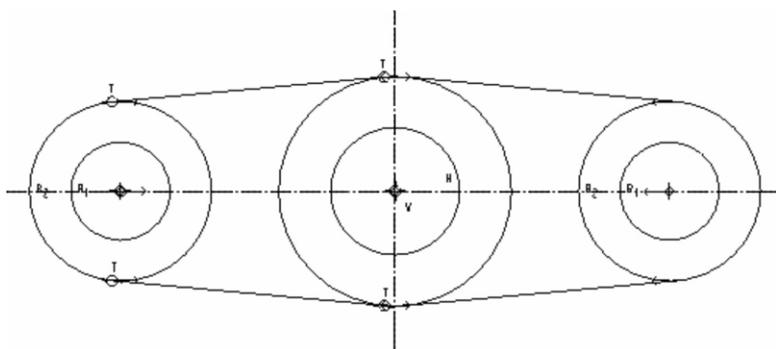

图 1-10 镜像复制右侧圆及切线
(3) 选取垂直中心线。
(4) 镜像复制右侧两圆及切线,如图 1-10 所示。